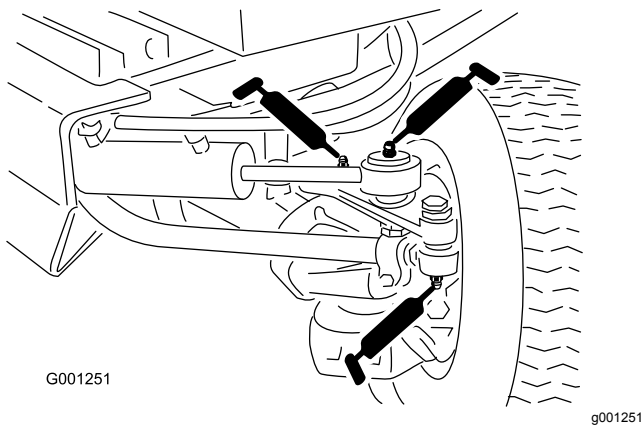

Bild 44
- Spurstangenenden (2) (Bild 44)
- Zylinderstangenenden (2) Bild 44
- Lenkgelenke (2) (Bild 44)
- Achsenlagerbolzen (Bild 44)